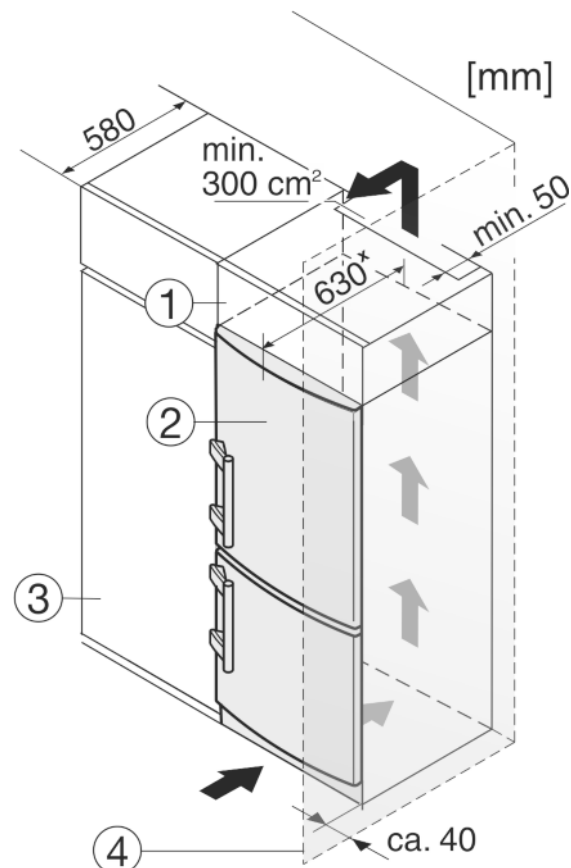

Fig. 8
- (1) Aufsatzschrank
- (2) Gerät
- (3) Küchenschrank
- (4) Wand
Das Gerät kann mit der Kücheneinrichtung umbaut werden. Um das Gerät Fig. 8 (2) der Küchenzeilenhöhe anzugleichen, kann über dem Gerät ein entsprechender Aufsatzschrank Fig. 8 (1) angebracht werden.
Beim Umbau mit Küchenschränken (Tiefe max. 580 mm) kann das Gerät direkt neben dem Küchenschrank Fig. 8 (3) aufgestellt werden. Das Gerät steht seitlich 34 mm* und in der Gerätemitte 50 mm* gegenüber der Küchenschrankfront vor.
Wenn das Gerät mit den Scharnieren neben einer Wand Fig. 8 (4) aufgestellt wird, muss der Abstand zwischen Gerät und Wand mindestens 40 mm betragen. Dies entspricht dem Griffüberstand bei geöffneter Tür.